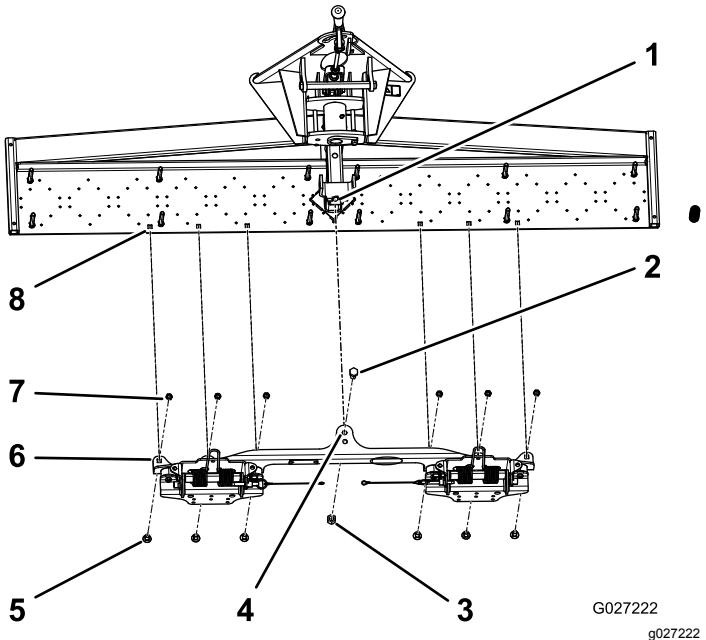
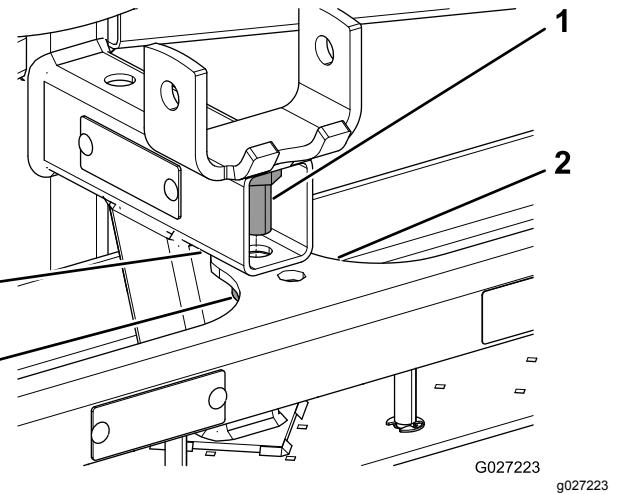
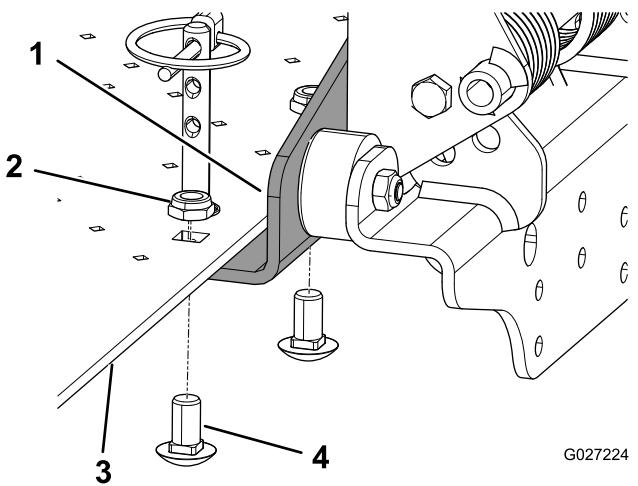
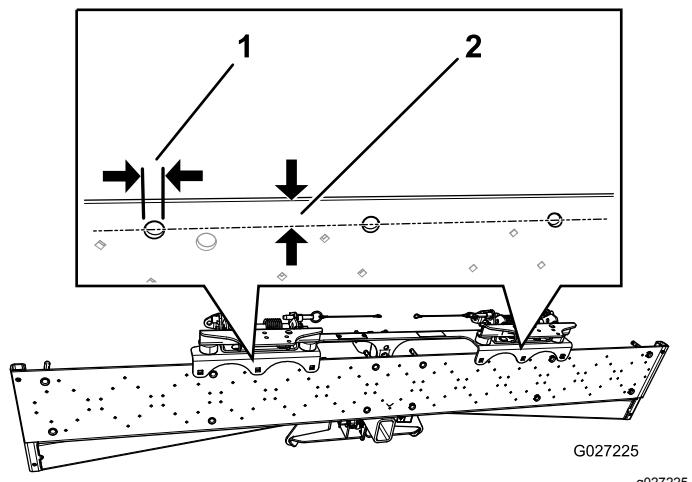

Рисунок 4
Рисунок 5
Рисунок 6
Рисунок 7
- Совместите **переднее** отверстие в центральном выступе кронштейна зубчатой бороны с отверстием в прямоугольной трубке зубчатой бороне (Рисунок 4 и Рисунок 5).
- Болт ($\frac{1}{2} \times 1$ дюйм) сквозь оба отверстия и закрепите болт гайкой ($\frac{1}{2}$ дюйма); см. Рисунок 5.
- Совместите 6 отверстий в кронштейне зубчатой бороны с 6 отверстиями в нижней пластине зубчатой бороне (Рисунок 4 и Рисунок 6).
Примечание: У машин с серийными номерами 314999999 и ниже может не быть предварительно просверленных отверстий. Если в нижней пластине зубчатой бороне нет отверстий, разметьте и просверлите шесть отверстий диаметром 10 мм по мере необходимости. Сначала вставьте центральный болт и гайку (Рисунок 5) и расположите кронштейн зубчатой бороне так, чтобы **центр** каждого отверстия был расположен на расстоянии 17 мм от края нижней пластины (Рисунок 7).
4. Вставьте каретный болт ($\frac{3}{8} \times \frac{3}{4}$ дюйма) вверх через низ каждого отверстия и закрепите каждый каретный болт гайкой ($\frac{3}{8}$ дюйма); см. Рисунок 6.
5. Затяните гайку и болт, установленные на этапе 2 (Рисунок 5).